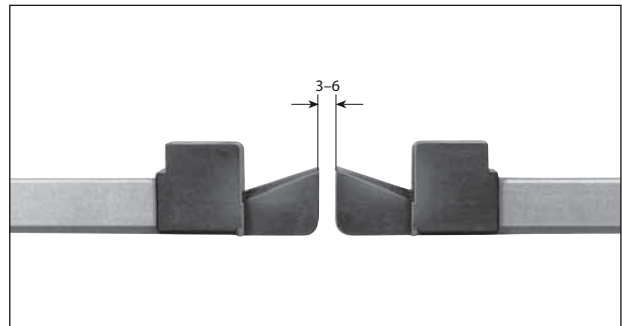

Bild 18: Überleitungsstücke US 15
10.2. Überleitungsstücke US 15, USE 15 (Bild 18)